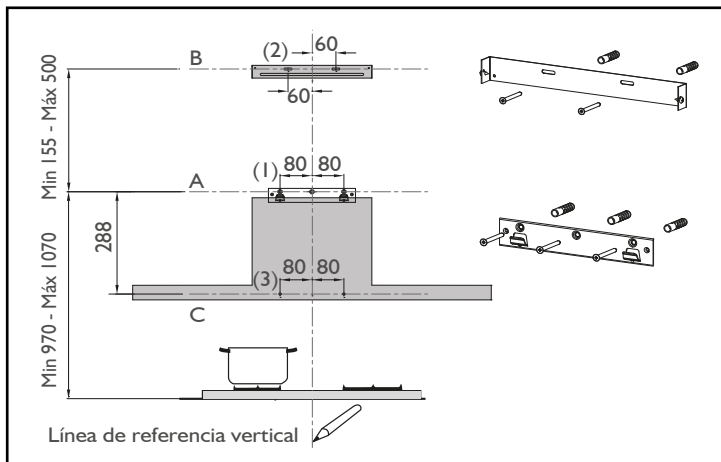

Figura 1
- Trace en la pared las líneas y puntos de referencia especificados en el la figura 1.
- Retira los filtros de grasa, monta la campana sobre los tornillos superiores y atornilla los tornillos inferiores nuevamente (Figura 1).